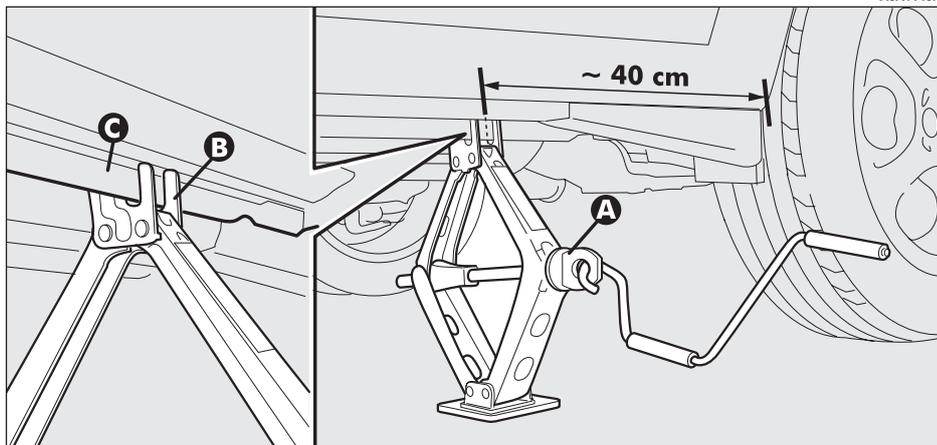

fig. 6
– Azionare il dispositivo (A-fig. 6), in modo da distendere il cric, sin quando la scanalatura (B) sulla parte superiore del cric, si inserisce correttamente sul profilo inferiore della scocca (C) a circa 40 cm dal profilo del passaruota.